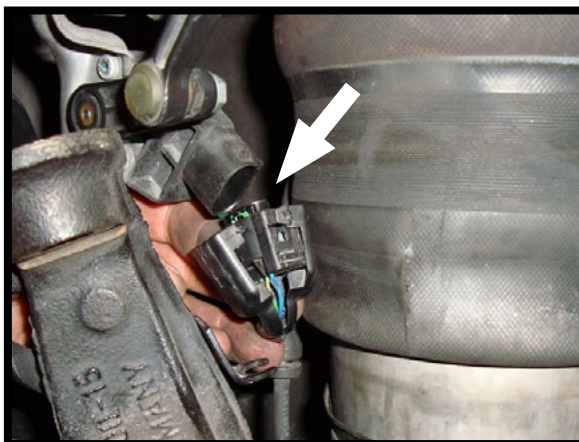

FIGURA 10-7
8. SCOLLEGARE IL CONNETTORE DEL SENSORE DELL'ALTEZZA DAL SUOLO. (FIGURA 10-7)